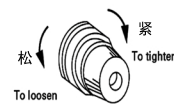

图11 (Fig.11)
2.针控线杆的调整(图11)针线控线杆(B)根据缝线的种类来选择使用状态,放松螺钉(A)将(B)上下移动调整,在使用伸展性较大的缝线时将(B)上移,则针孔处的线环就会变大,利于勾线。
- Turn thread knob clockwise for tighter tension and vice versa (Fig.11)